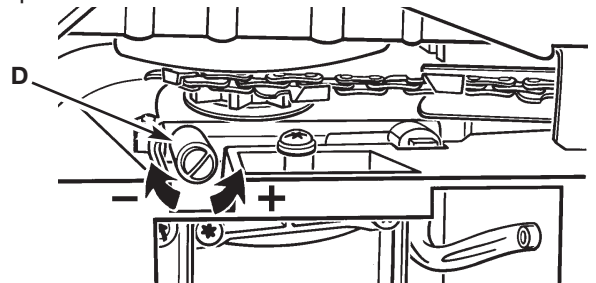

Fig. 11
Votre tronçonneuse est équipée d'un système de graissage automatique. Ce dernier fournit à la chaîne et au guide-chaîne une quantité adéquate d'huile. La coulée d'huile augmente avec l'accélération du moteur. La quantité d'huile parvenant à la chaîne et au guide-chaîne peut être ajustée en tournant la vis de réglage (A) comme indiqué sur la Fig. 11. Tourner la vis de réglage vers la droite pour DIMINUER la coulée d'huile, et vers la gauche pour en AUGMENTER la coulée.